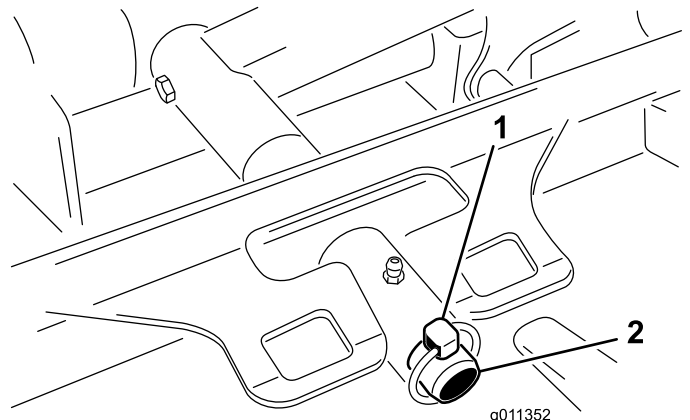

図 65
3. デッキのキャリアフレームを昇降アームのピボットピンに固定しているリンチピンを外す図 65。
3. デッキのキャリアフレームを昇降アームのピボットピンにセットする。リンチピンで固定する図 65。